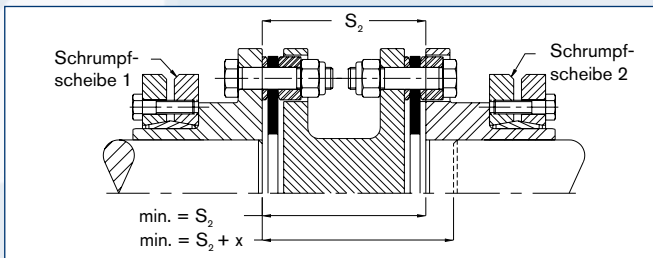

Abb. 4: Zweigenkig
- Nabe auf die Welle aufschieben und diese Ausrichten (siehe Abb.3 und Abb.4, S.55). Befestigungsschrauben mit dem angegebenen Anzugsmoment nach Tab. 4 (S. 54) anziehen. Verwenden Sie einen Drehmomentschlüssel!